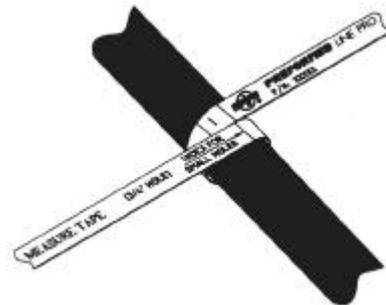

Figura 4 – Medindo o cabo
- O número indicado na fita de medição significa a quantidade de camadas de fita selante a ser aplicada no cabo (figura 4).